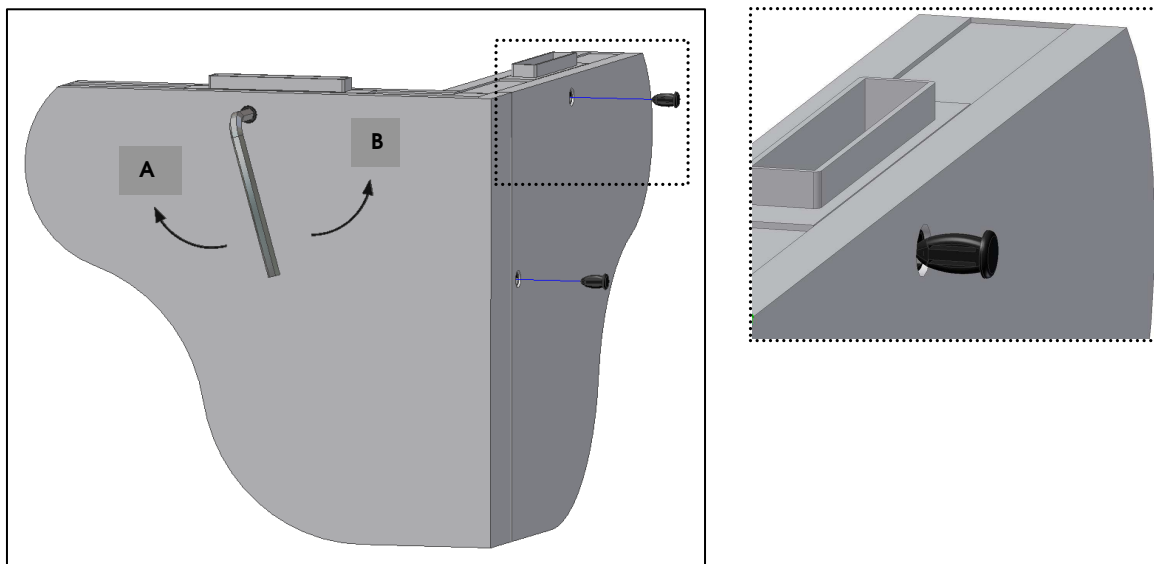

Fig. 10
- Girare la chiave nel senso delle lancette dell'orologio fino a fermare (Fig. 10 – Posizione **A**).
- Girare la chiave nel senso contrario fino a fissare (Fig. 10 – Posizione **B**).
- Dopo fissare, collocare i **cappucci** nei fuori (Fig. 10).